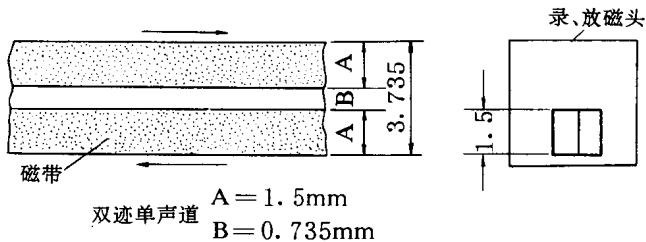

图 1-10
**2. 单声道录放磁头** 图 1-10 是单声道磁头铁心的尺寸与单声道磁带的磁迹对应图。这种录放磁头通常应用在小便携和书本盒式机心上，是一种非立体声磁头，兼有录音和放音两种功能。